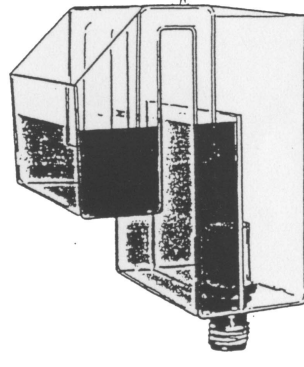

Fig. 3
5. Rellenar la cámara frontal con el agua del acuario (Fig. 3). Para poner en marcha la caja rebosadero, girar la salida del aire de la caja de rebosadero. Esto puede hacerse conectando un tubo de aire al manguito superior de la unidad. El aire se puede eliminar conectando un tubo a una bomba cabezal o aspirándolo hasta la cámara principal (Fig. 4).